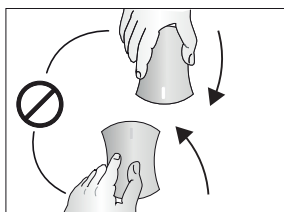

Figura 22
- No le haga fuerza a las perillas más allá del tope de abierto y cerrado (Ver figura 22).